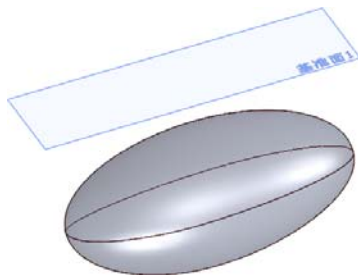

图 7-9 生成分割线
- 04 单击对话框中的【确定】按钮，生成分割线，如图 7-9 所示。